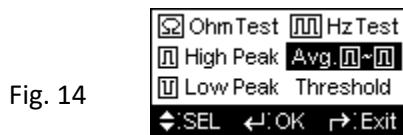
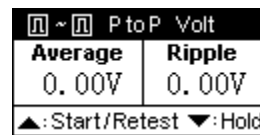

Fig. 14
Fig. 15
O modo "Peak to Peak" mede a diferença entre os níveis de tensão positiva e negativa durante um intervalo de um (1) segundo. Para aceder a este modo de teste, a partir do ecrã com o menu [Other Functions], premir a tecla ▼- para seleccionar [AVG P~P] Fig. 14 e depois premir a tecla ← para aceder ao teste (Fig. 15). O mostrador indica as leituras de "Average Tip" "0.00V" e "Ripple" "0.00V" com a ponta da sonda oscilante porque não existe tensão.